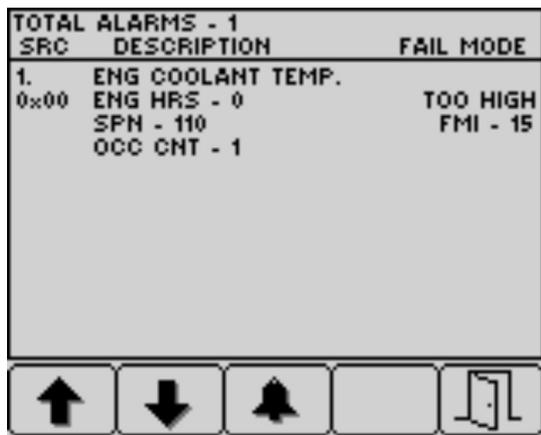

Bild 34
4. Betätigen Sie die Taste 5, um die Liste der aktiven Störungen zu verlassen und in den Startbildschirm zu wechseln (Bild 34).
5. Betätigen Sie die Taste 5, um die Liste der aktiven Störungen zu verlassen und in den Startbildschirm zu wechseln, siehe Bild 34 in Hinweismeldungen des Motors \(Seite 36\).